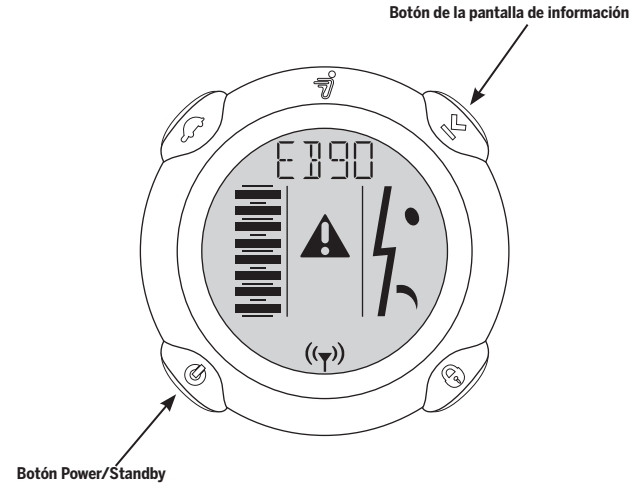

Ilustración 26: pantalla del controlador InfoKey durante la práctica de apagado de seguridad
5. La tercera persona deberá entonces mantener pulsado el botón de la pantalla de información y el botón Power/Standby simultáneamente hasta que se inicie el apagado de seguridad. La **ilustración 26** muestra la pantalla del controlador InfoKey durante una práctica de apagado de seguridad.